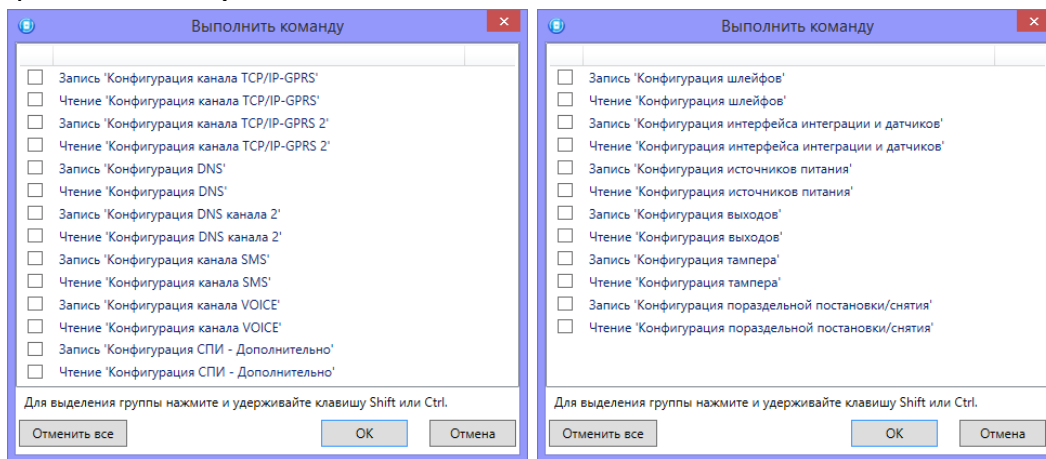

Рисунок 4.42 — Окно *Выполнить команду* (а — конфигурация ПОО, б — конфигурация ППК)
- *Выполнить команду:* открытие окна *Выполнить команду* (см. рисунок 4.42), с помощью которого могут быть записаны или считаны отдельные группы параметров (актуально при медленной скорости передачи данных или тарификации по объему передачи данных).